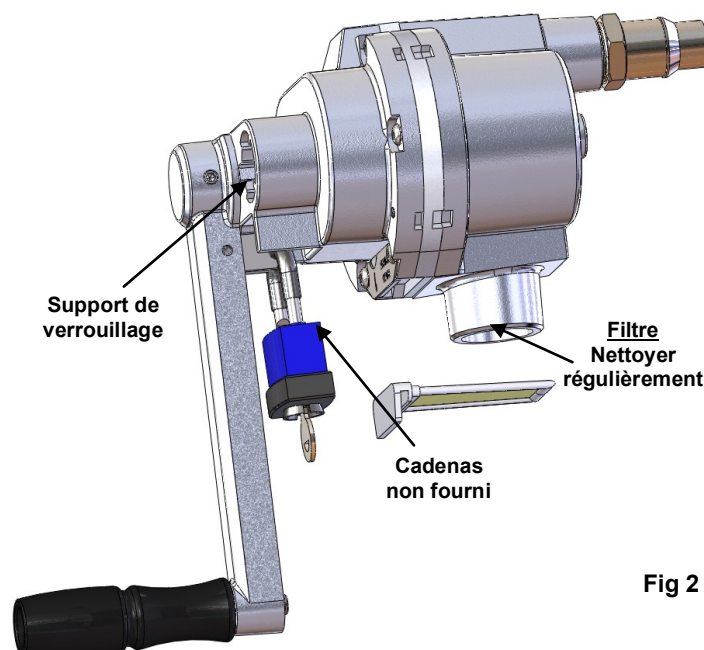

Fig 2
E) Pour verrouiller la pompe, poussez le support de verrouillage (situé à l'intérieur de la poignée, voir Fig 2) au-dessus de la saillie sur la face inférieure du corps de la pompe et mettez un cadenas (non fourni).